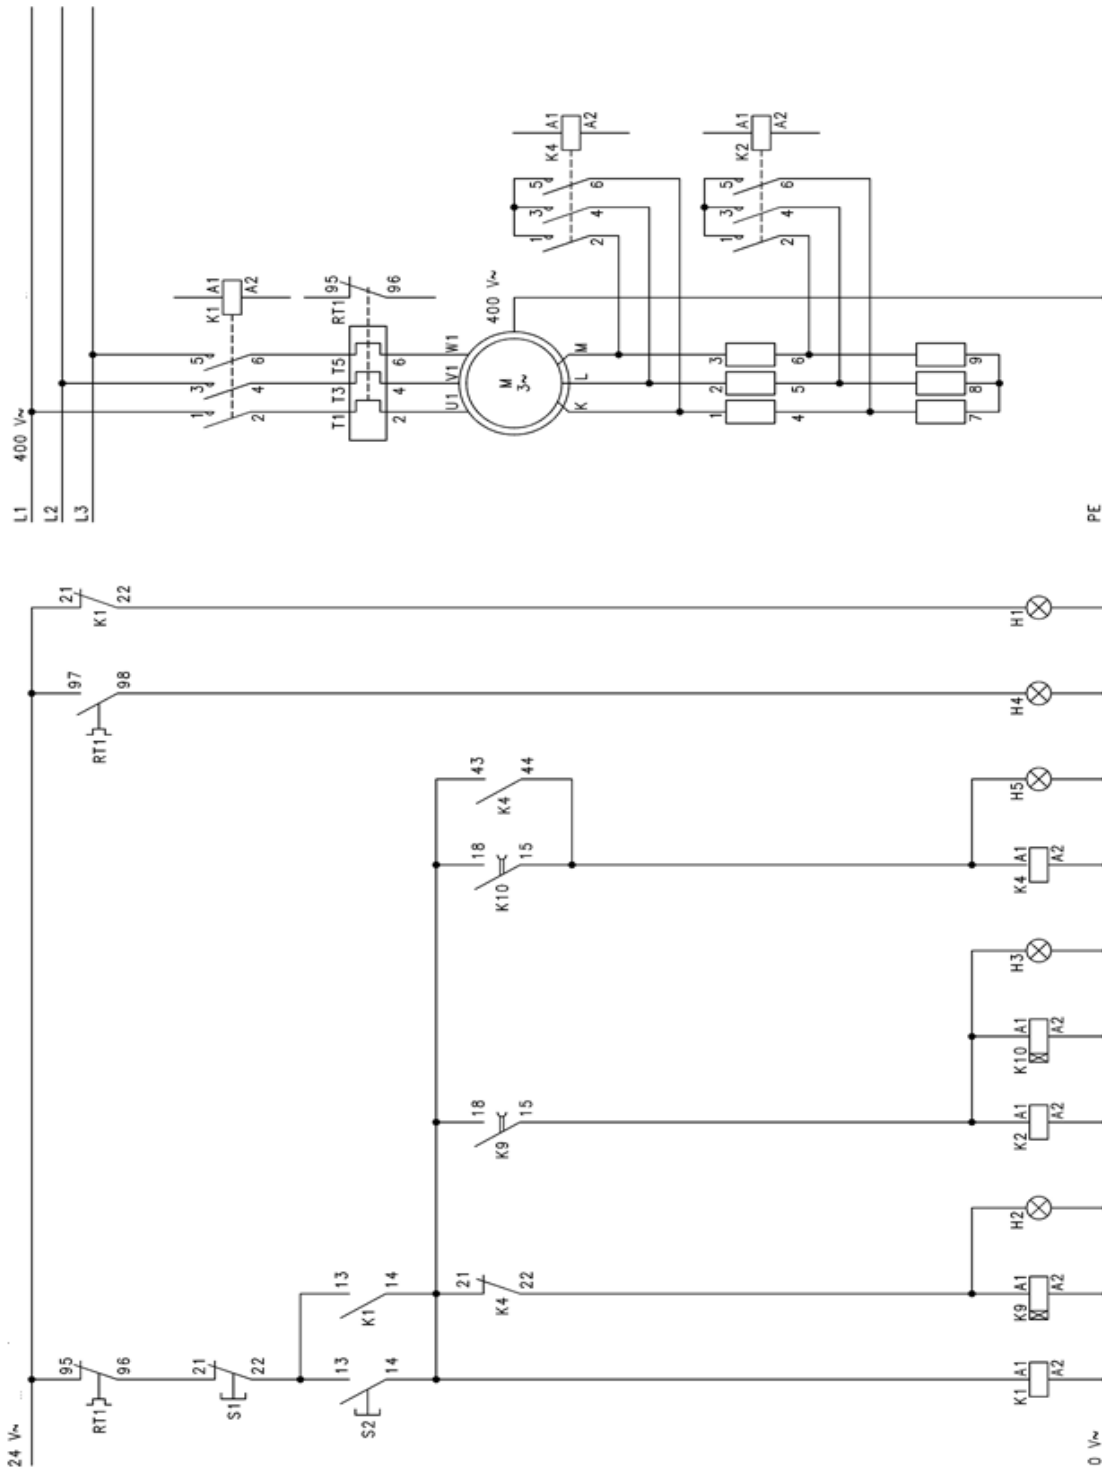

Figure 10 : Circuit de puissance et de commande d'un démarrage par résistances rotoriques pour moteur asynchrone triphasé.
- a. Raccorder les dispositifs comme indiqués dans la figure 10.
- Ainsi, le moteur entraîné en sens inverse du sens de son propre couple tend à freiner le mouvement (fig. 10).